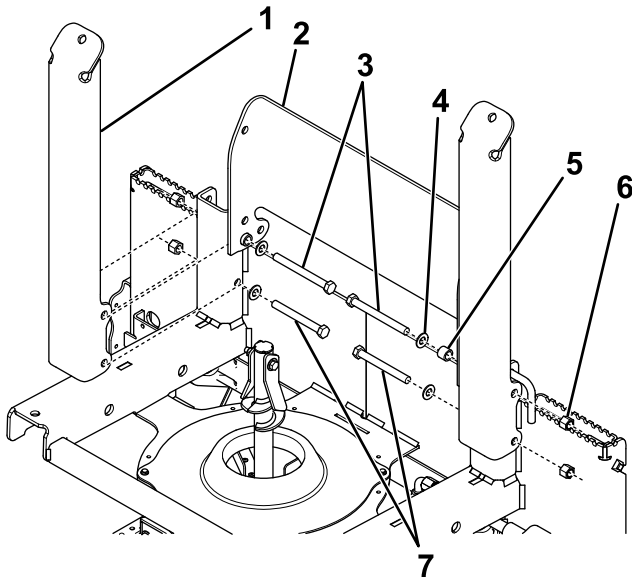

Figure 3
1. Fixez une fourche droite et un côté de la butée de cube sur un des supports de fourche à l'aide de 1 boulon ($\frac{1}{2}$ " x 5"), 1 boulon ($\frac{1}{2}$ " x 4 $\frac{1}{2}$ "), 2 rondelles ($\frac{1}{2}$ "), 1 douille et 2 contre-écrous en nylon ($\frac{1}{2}$ "), comme montré à la Figure 3.